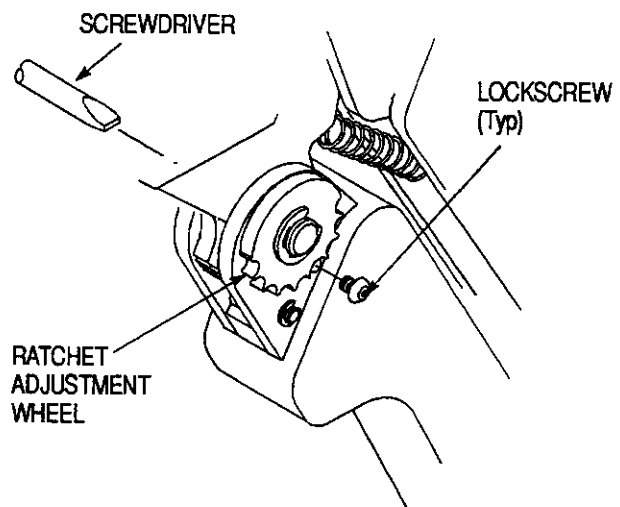

Figure 4
**5. CRIMP HEIGHT ADJUSTMENT** (Figure 4)